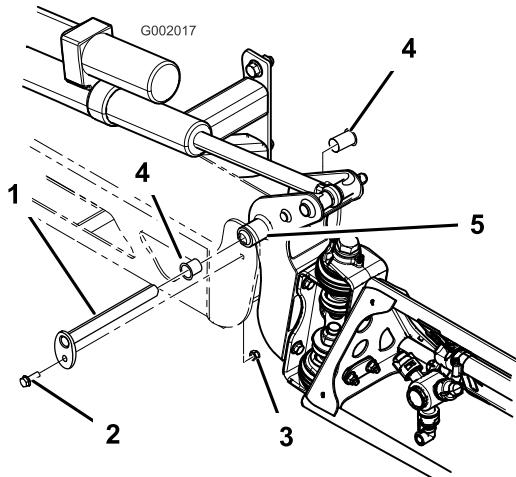

Figura 62
- Com o peso da rampa suportado, retire o parafuso e a porca que seguram o pino de articulação à rampa (Figura 62). Retire o pino de articulação.
- Retire e inspecione as buchas de nylon dos lados dianteiro e traseiro do suporte de articulação (Figura 62). Substitua todas as buchas danificadas.
- Monte a rampa e o apoio da articulação no chassis alinhando as aberturas (Figura 62).